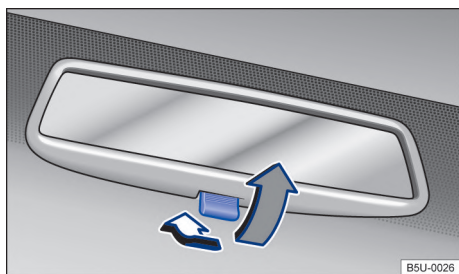

Fig. 68 En el parabrisas: espejo retrovisor interior antideslumbrante manual.
- Posición de noche: tirar de la palanca → fig. 68 (flecha gris), para evitar el deslumbramiento de los faros de los vehículos que circulan detrás.